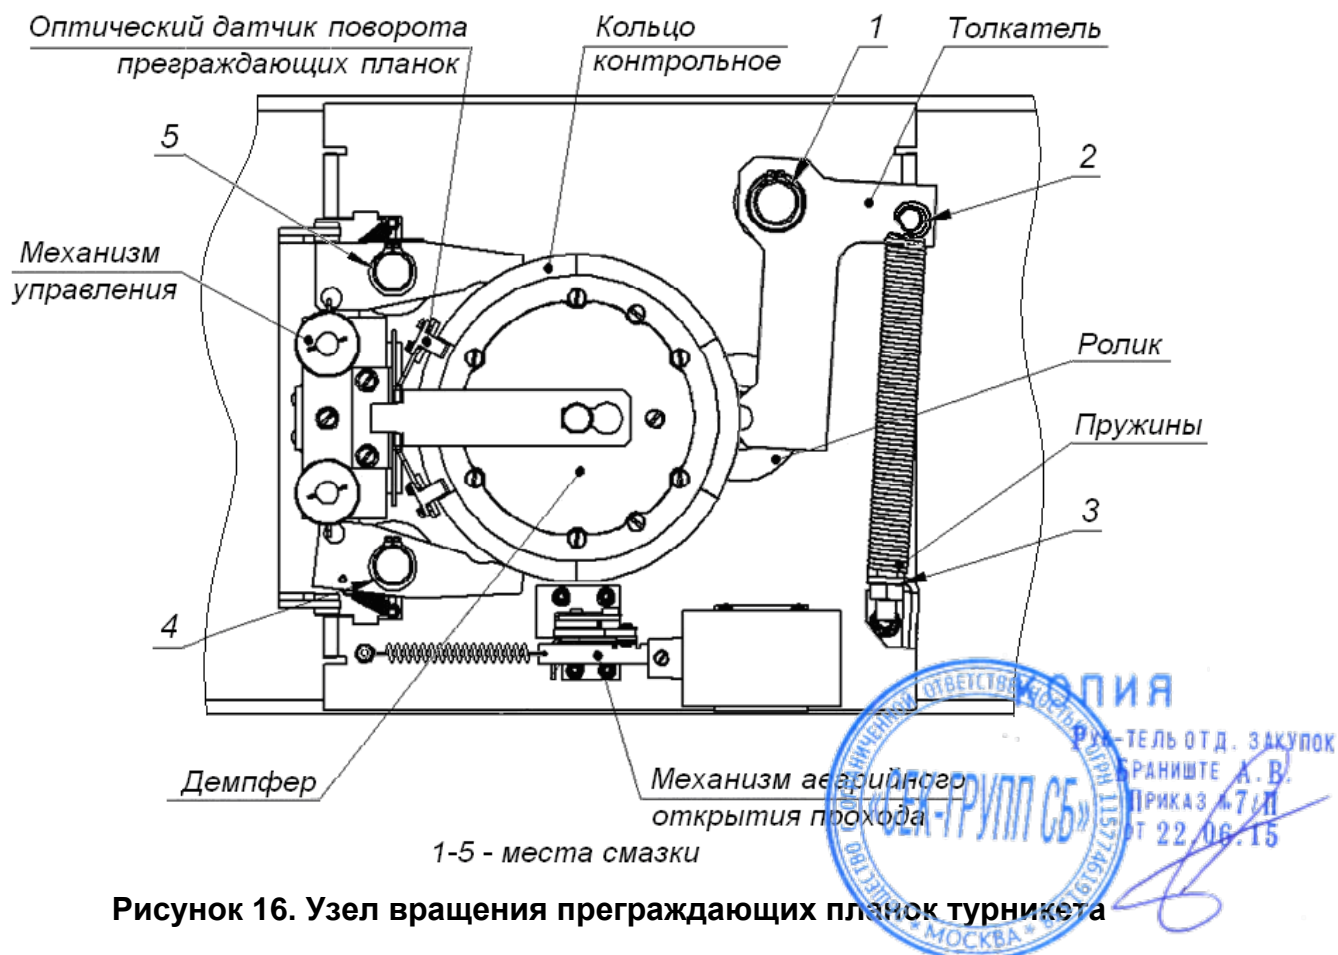

Рисунок 16. Узел вращения преграждающих планок турникета
4. Осмотрите узел вращения преграждающих планок турникета: устройство доворота (толкатель, пружины и ролик), оптические датчики поворота преграждающих планок и демпфирующее устройство (см. рис. 16).
6. Выполните смазку узлов трения механизма турникета смазкой ШРУС-4. Не допускайте попадания смазки на поверхность кольца диска контрольного и на ролик. Смазку производите в следующих точках (см. рис. 16):
9. Проверьте крепление преграждающих планок (5) в шарнирных узлах турникета и, при необходимости, подтяните крепежные винты.
12. Установите на место крышку (3) в порядке, обратном снятию и зафиксируйте ее винтом.